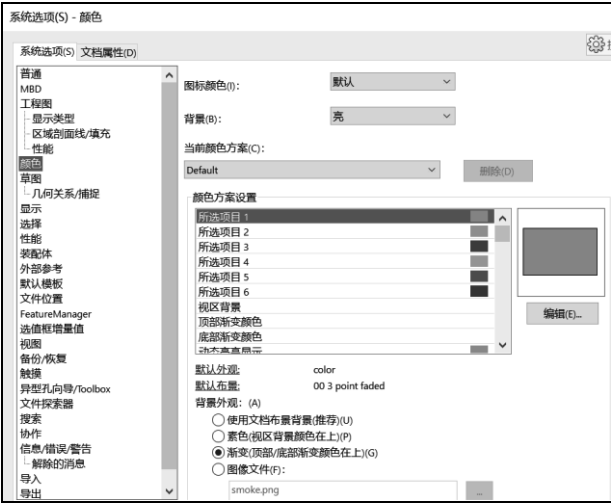

图 1-46 系统选项
- 02 在左侧的“系统选项”选项卡中，选择“颜色”选项，如图1-46所示。